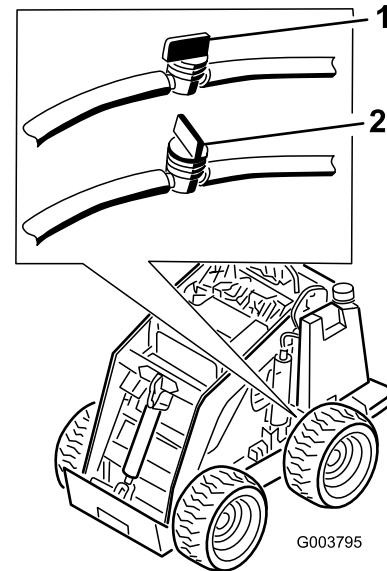

Bild 34
2. Schließen Sie den Kraftstoffhahn unten am Kraftstofftank (Bild 34).
8. Öffnen Sie den Kraftstoffhahn unten am Kraftstofftank (Bild 34).
3. Schließen Sie den Kraftstoffhahn unten am Kraftstofftank (Bild 34).
10. Öffnen Sie die Kraftstoffhähne im Schlauch unten am Kraftstofftank, siehe Bild 34.